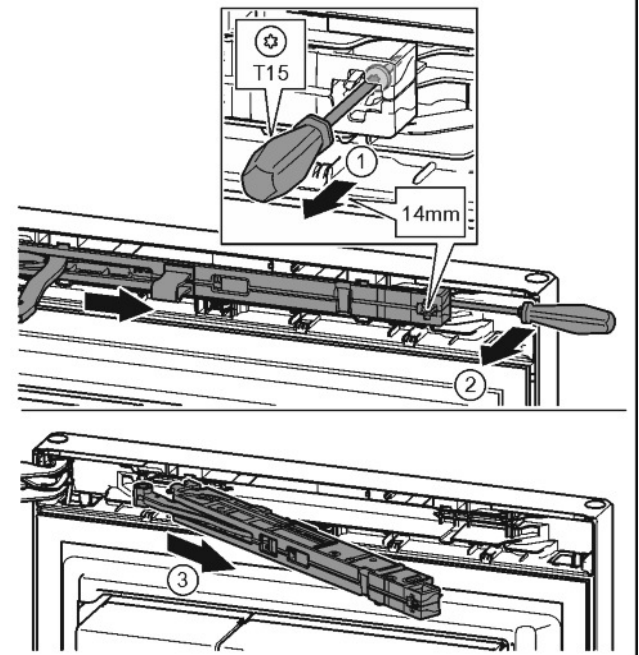

Fig. 10
- u Desserrer la vis sur l'amortisseur de fermeture de 14 mm environ avec un tournevis T15. Fig. 10 (1)
- u Avec un tournevis, accéder à la partie postérieure de l'amortisseur de fermeture du côté de la poignée et faire pivoter en avant. Fig. 10 (2)
- u Sortir l'amortisseur de fermeture. Fig. 10 (3)